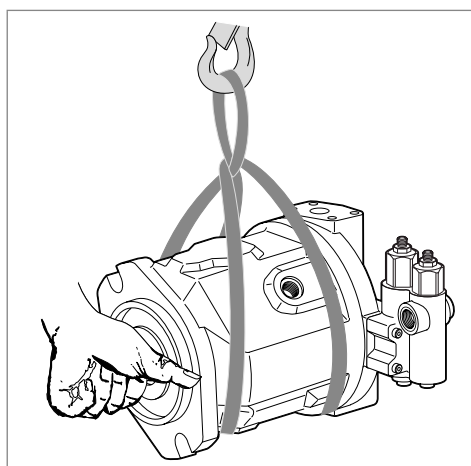

Fig. 5: Trasporto con nastro di sollevamento
- ▶ Sistemare il nastro di sollevamento attorno all'unità a pistoni assiali in modo che esso non scorra su componenti (ad es. valvole, tubazione) e che l'unità a pistoni assiali non venga agganciata a componenti (vedere Fig. 5).